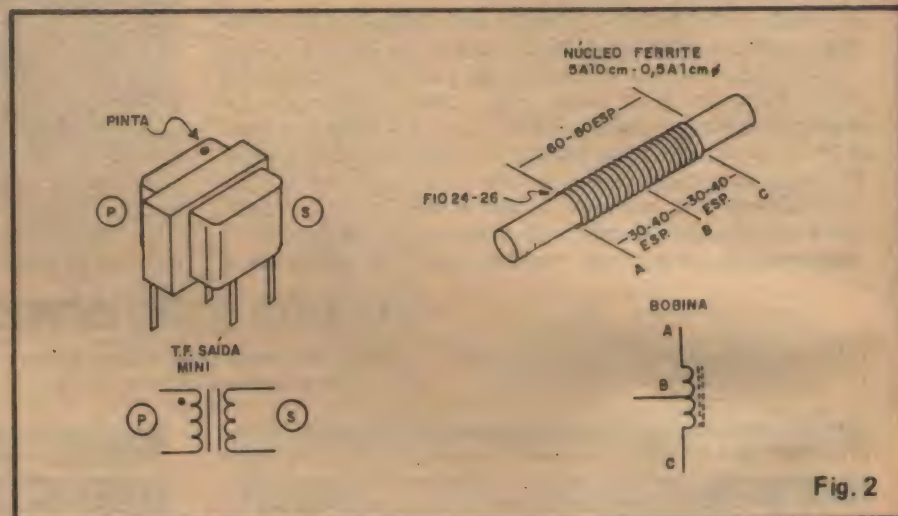

Fig. 2
Dois componentes, contudo, merecem uma abordagem "visual" mais detalhada (estão na fig. 2): o transformador de saída mini ("pinta vermelha") e a bobina (que deverá ser confeccionada pelo leitor). Quanto ao transformador, o importante é a identificação dos seus enrolamentos primários (P) e secundário (S), notando que a pinta vermelha indica justamente o lado do primário. Eventualmente outros pequenos transformadores de saída poderão ser experimentados, mesmo os de três fios no primário, caso em que o terminal central desse enrolamento deverá ser desprezado (cortado rente).